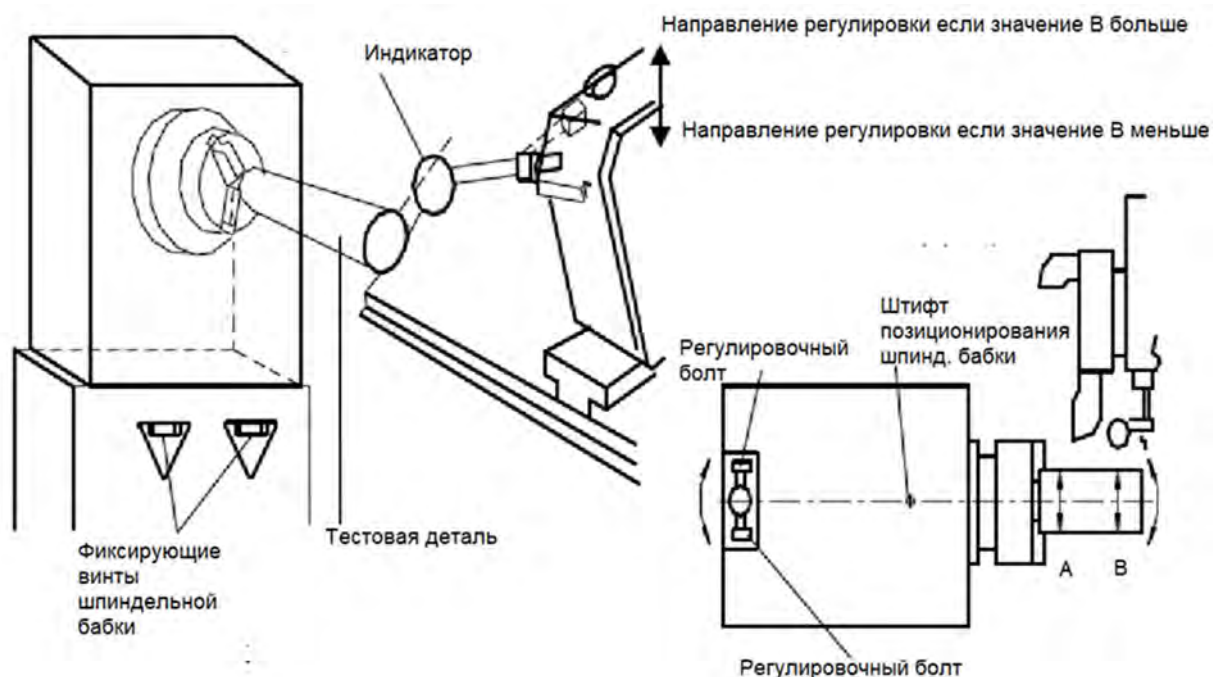

Рис. 19. Схема регулировки точности положения шпинделя
- ① Зажмите круглый прут (тестовая деталь) длиной 200 мм, диаметром 80 мм в патроне.
- ② Проточите тестовую деталь.
- ③ Измерьте конусность обработанной тестовой детали индикатором (точки A и B на рис. 19).
- ④ Установить индикатор на позицию B тестовой детали и обнулите.
- ⑤ Ослабьте 5 стопорных фиксирующих винтов на передней бабке.
- ⑥ Отрегулируйте осевую линию шпинделя с помощью регулировочных болтов, установленных с двух сторон регулировочного блока на заднем конце шпинделя. При регулировке сначала ослабьте болт с одной стороны, а затем поверните болт с другой стороны, чтобы передняя бабка двигалась. Если измеренный размер на B тестовой детали больше, переместите переднюю бабку ближе к контакту индикатора. Если измеренный размер на B испытуемого образца меньше, переместите переднюю бабку, чтобы шпиндель находился дальше от контакта индикатора. Необходимо аккуратно делать регулирование по показаниям индикатора .
- ⑦ После регулировки осевой линии шпинделя затяните стопорные винты, установленные на передней бабке, затем затяните два регулировочных болта, при этом необходимо тщательно затянуть стопорные болты, наблюдая за индикатором, поскольку осевая линия шпинделя может измениться во время затяжки стопорных болтов.
- ⑧ После завершающих этапов, упомянутых выше, проводят точение цилиндра, и его конусность должна быть в пределах заданных припусков, если она превышает этот припуск, повторяют этапы ③ - ⑧ до тех пор, пока она не станет удовлетворительной.